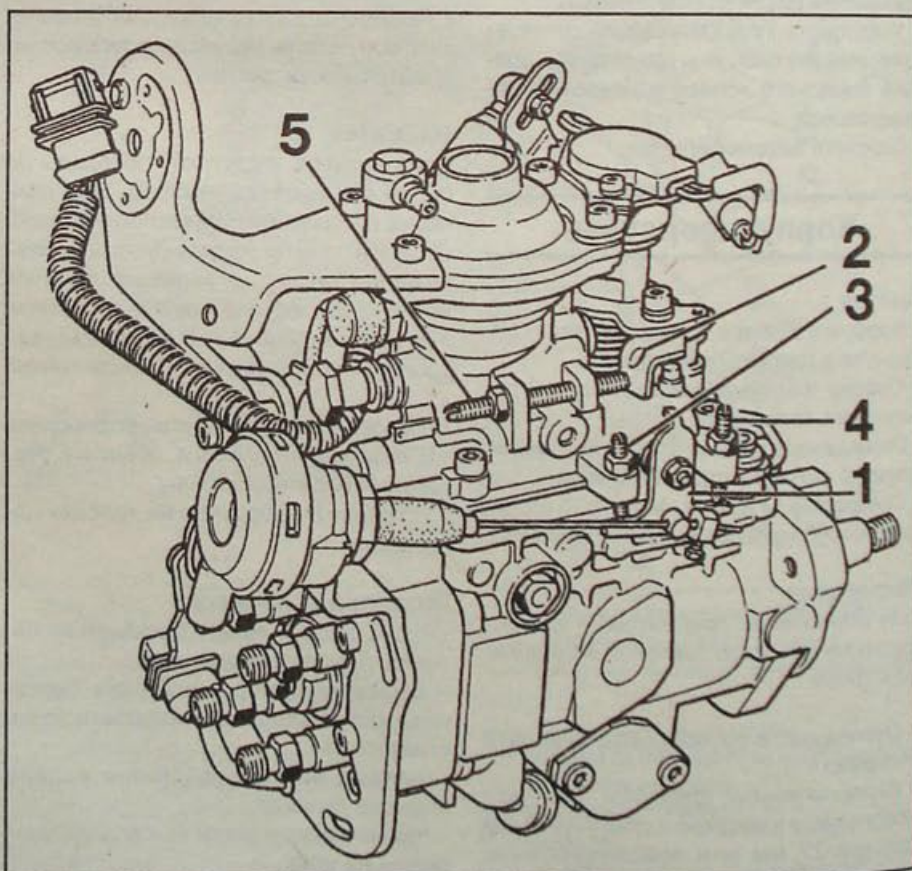

Рис. 3.15 Регулировка режимов (двигатель G8T714 и G8T716):
- Убедитесь, что рычаг холостого хода (1, рис. 3.15) действительно упирается в торец винта регулировки холостого хода (3).
- Отверните на два оборота винт ограничения остаточной пропускной способности (5).
- Вращая винт (3), отрегулируйте частоту вращения коленчатого двигателя на холостом ходу, равную $725 \pm 50 \text{ мин}^{-1}$.
- Установите щуп толщиной 1 мм между торцом регулировочного винта (5) остаточной пропускной способности и рычагом нагрузки (2).
- Вращая винт (5) ограничения остаточной пропускной способности, установите частоту вращения коленчатого вала больше на $10\text{--}20 \text{ мин}^{-1}$ по отношению к режиму холостого хода.
- После предыдущих регулировок необходимо отрегулировать длину демпфера замедления. Рычаг (1, рис. 3.15) должен упираться в регулировочный винт (3).